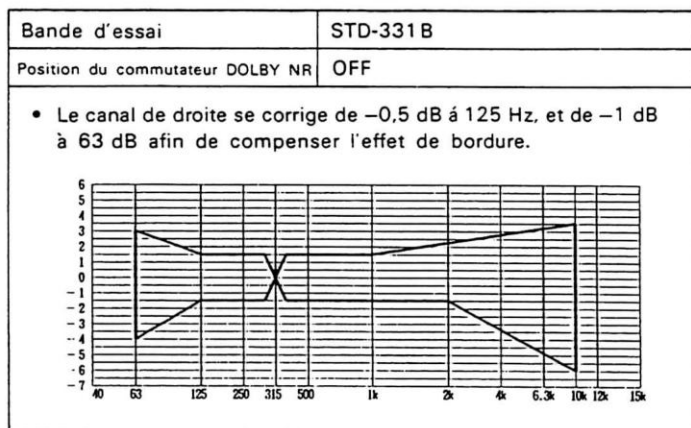

Fig. 7-5 Zone de tolérance de la réponse de fréquence de lecture
* Choisir la bande d'essai, régler le sélecteur de bande, brancher l'interrupteur de réduction de bruit Dolby et obtenir la zone de caractéristique de fréquence comme illustré en Fig. 7-5 et 7-8.